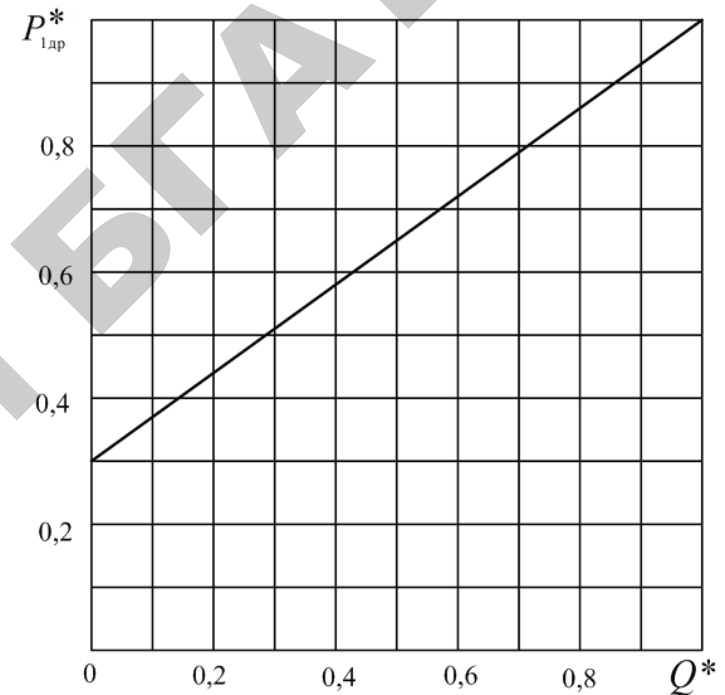

Рис. 14.2. Изменение потребляемой мощности от производительности вентилятора при регулировании подачи задвижкой на трубопроводе
• **к пункту 5 плана занятия.** На рис. 14.2 показано потребление мощности в относительных единицах при изменении подачи в относительных единицах, если регулировать подачу задвижкой на трубопроводе при односкоростном электродвигателе. Принять